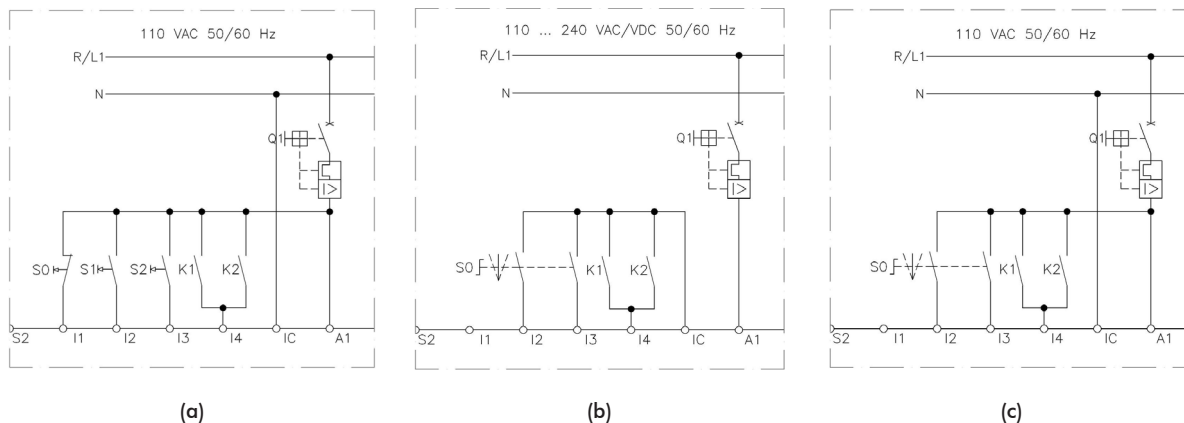

Figura 5.10 (a) - Detalhe modificação para acionamento utilizando entradas digitais em 110 Vac e acionamento por botoeiras (P230 = 1)
Para a unidade de controle (UC) com entradas digitais em 110 Vca é destacada a modificação do esquema na figura 5.10 (a). Para acionamento através das entradas digitais (P229 ou P232 = 0) em 24 Vcc, e em 110 Vca, utilizando lógica de controle a dois fios (chave) (P230 = 0) são destacadas as modificações do esquema na figura 5.10 (b) e (c).